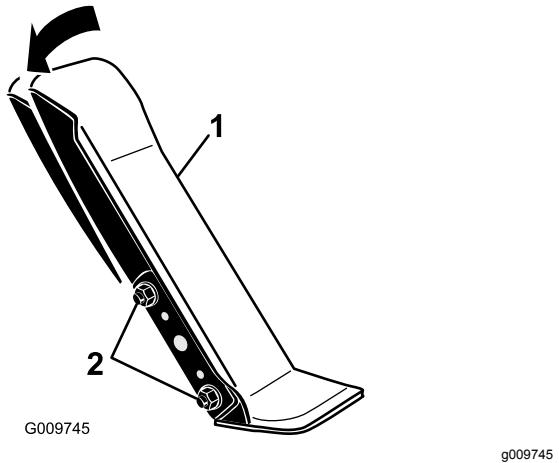

Bild 93
1. Lösen Sie die zwei Muttern und Schrauben, mit denen die linke Seite des Fahrpedals an der Halterung befestigt ist (Bild 93).
2. Drehen Sie das Pedal auf den gewünschten Winkel und ziehen Sie die Muttern fest (Bild 93).